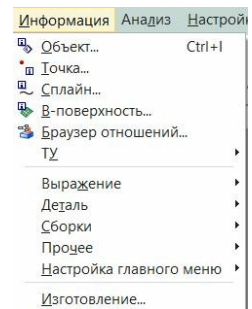

рис.39
- Естественно, при построении точки очень важно указать – в какой СК вы задаете её координаты. И в связи с этим, нужно сразу же указать на то, что в NX10.0 есть возможность узнать информацию о разных объектах. Для этого есть специальное падающее меню «**Информация**» (рис.39).